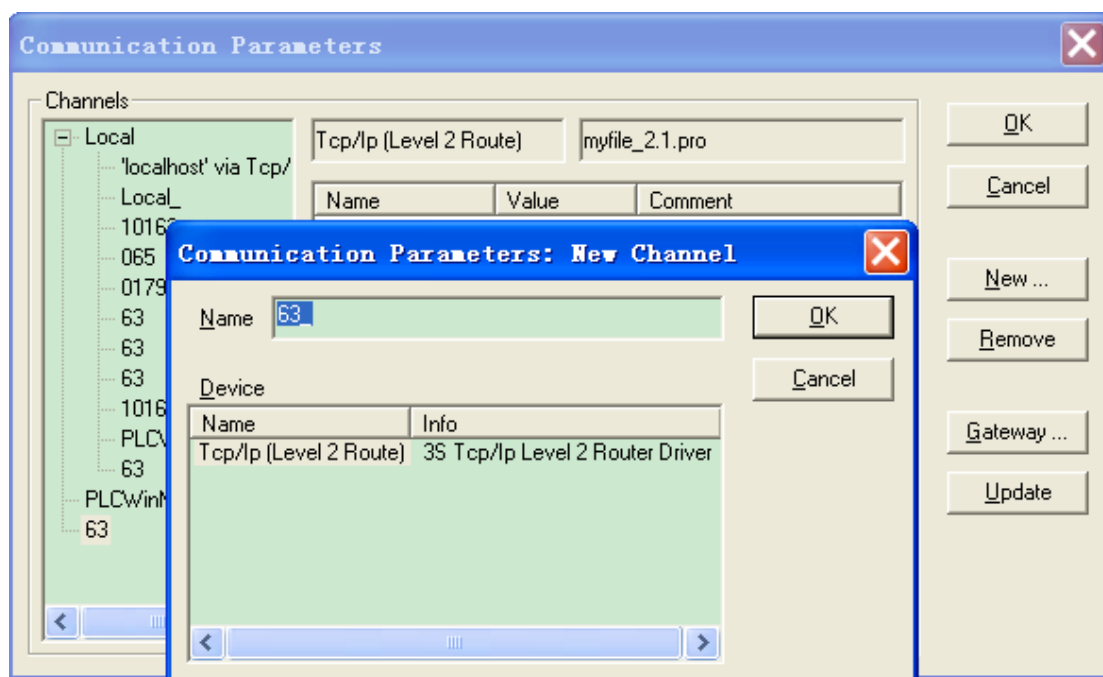

图3-21
2) 单击“New...”，弹出图3-21所示的窗口，选择“TCP/IP”，单击“OK”